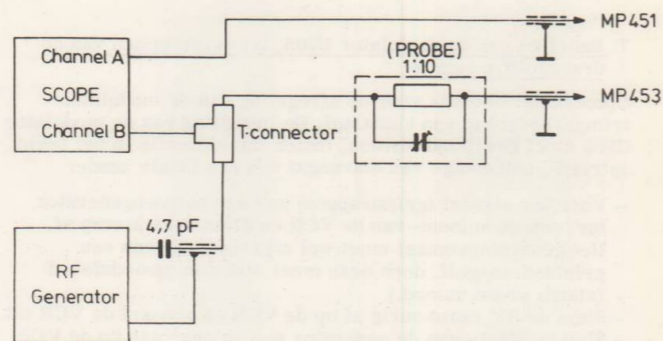

Fig. 10
- Sluit een dubbelstraal oscillograaf aan op de volgende manier (zie fig. 10).